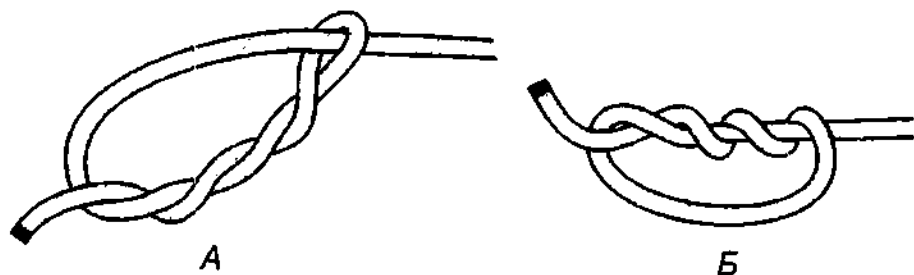

Рис. 98. Удавка (А) и кровавый узел (Б). Ходовой конец у удапки оборачивается вокруг себя, а у кровавого узла вокруг коренного конца.
**Удавка** – универсальный узел, который можно использовать не только как петлю или узел для крепления троса к опоре, но и как великолепный стопорный узел (рис. 98). **Удавка-стопор** не портит трос, и после использования очень легко развязывается.